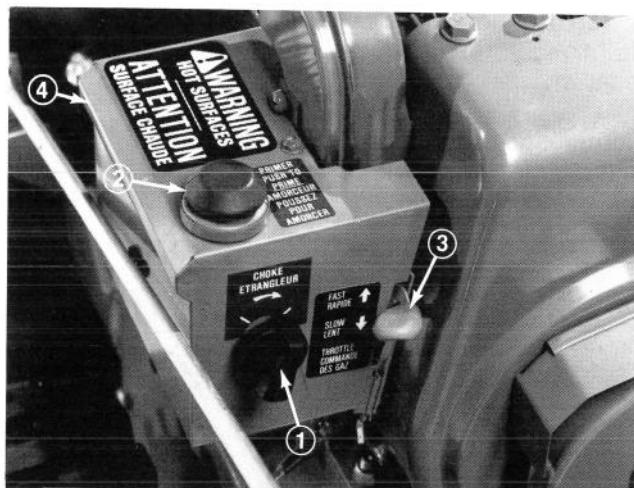

Figure 20
Remarque: Pour mettre le moteur en marche à 4°C (40°F) ou à des températures plus élevées, enlevez la boîte de chauffage du carburateur (Fig. 20). Il faut toutefois remettre le boîte de chauffage à des températures inférieures à 4°C ou 40°F. Pour enlever la boîte de chauffage du carburateur, procédez comme suit:
- A. Enlevez les vis Phillips et la vis à tête hexagonale qui maintiennent la boîte de chauffage en place. Tirez sur le bouton de l'étrangleur pour l'enlever de la tige (Fig. 20).
1. Mettez la commande des gaz en position RAPIDE (fast) (Fig. 20).
3. Tournez la manette de l'étrangleur à fond, dans le sens des aiguilles d'une montre, en position "FULL CHOKE" (Fig. 20).
5. Appuyez sur l'amorceur (Fig. 20) cinq fois.
7. Une fois le moteur en marche, tournez immédiatement la manette d'étrangleur (Fig. 20) aux